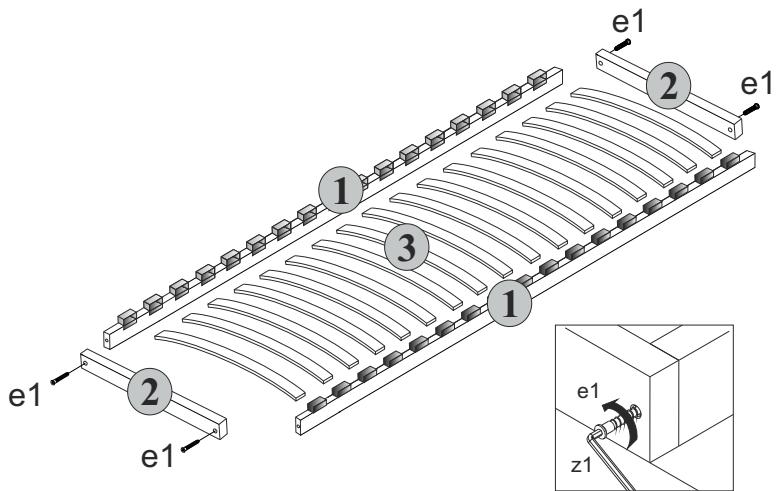

Рисунок 6
3. Собрать основание гибкое в соответствии со схемой сборки (см.рис.6):